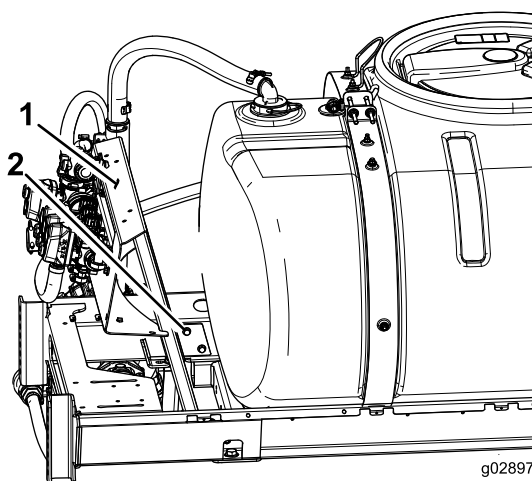

Figure 6
1. Desserrez les boulons qui fixent le longeron de montage de la vanne sur le cadre (Figure 6).